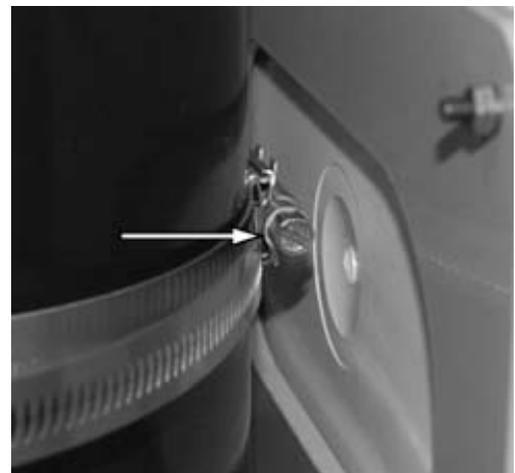

Figura 15.
9. Consulte la figura 15. Suelte la abrazadera de tornillo.